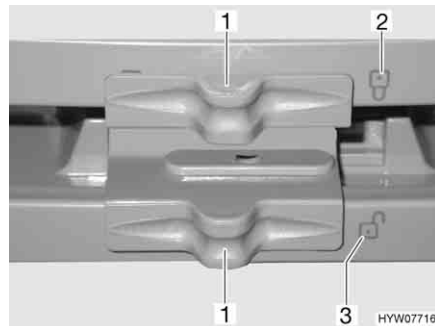

Fig. 223 Bloqueo de la puerta del frigorífico/puerta del compartimento congelador (Dometic de la serie 7 con compartimento congelador separado)
- Desplazar el bloqueo (Fig. 223,1) hacia un lado, de tal manera que sea visible el candado abierto "☐" (Fig. 223,3).
- Desplazar el bloqueo (Fig. 223,1) hacia un lado, de tal manera que sea visible el candado cerrado "🔒" (Fig. 223,2).